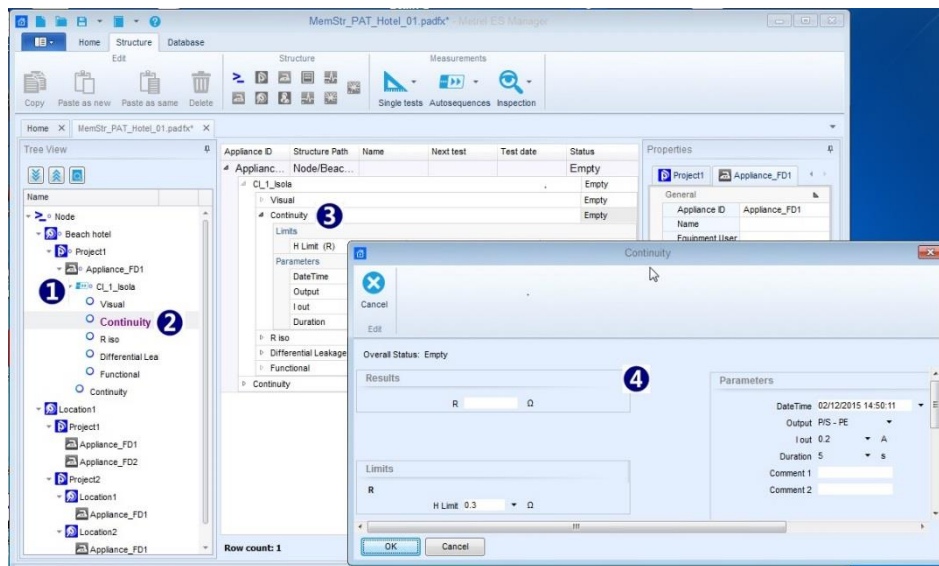

Abbildung 7.2: Autosequence®-Testparameter und Grenzwerte bearbeiten
- Parameter und Grenzwerte können später überprüft und neu eingestellt werden. Wenn Sie in der Strukturansicht auf den Namen eines Einzeltests klicken, wird sein Inhalt in der Ergebnisansicht angezeigt. Ein Doppelklick auf den Namen in der Ergebnisansicht öffnet das Fenster Einzeltest-Einstellungen (4) in **Abbildung 7.2**.
- Falls erforderlich, können die Parameter und Grenzen des Auto Sequence® -Tests später überprüft und eingestellt werden, **Abbildung 7.2**. Erweitern Sie den Knoten des Auto Sequence® -Tests in der Strukturansicht (❶) um den Inhalt des Einzeltests zu sehen.
- Wählen Sie einen Einzeltest in der Baumansicht (❷), um seinen Inhalt im Bereich der Ergebnisansicht anzuzeigen.
- Doppelklicken Sie auf Einzeltestname in der Ergebnisansicht (❸), um das Einstellungsfenster (❹) zu öffnen.